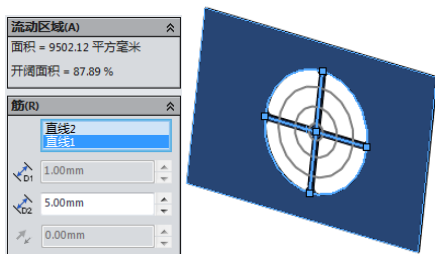

图 7-92 选择筋草图
(4) 在“筋”下拉列表中选择通风口草图中的两个互相垂直的直线作为筋轮廓，在“筋宽度”输入栏中键入数值 5，如图 7-92 所示。